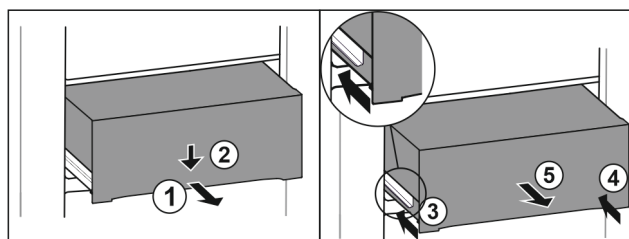

Fig. 72
- Estrarre il cassetto a metà. Fig. 72 (1)
- Premere il cassetto sul lato anteriore verso il basso. Fig. 72 (2)
- Spingere la guida sinistra di circa 2 cm verso l'interno. Fig. 72 (3)
- Spingere la guida destra di circa 2 cm verso l'interno. Fig. 72 (4)
- Rimuovere il cassetto tirandolo in avanti. Fig. 72 (5)